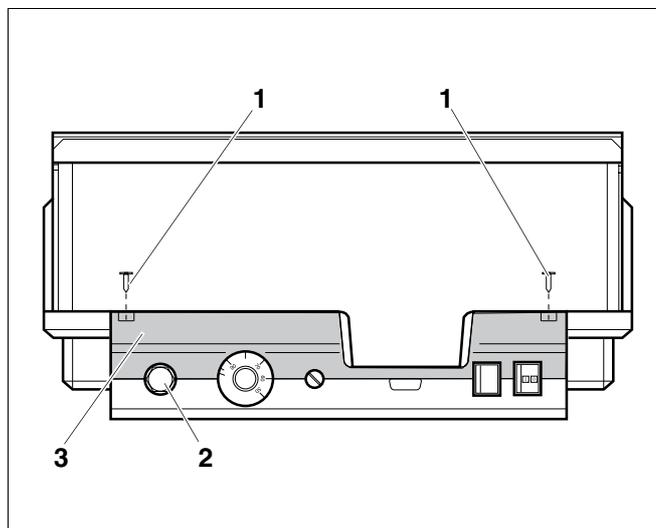

Fig. 1 Apparil de régulation Logamatic 4...
- Pour pouvoir régler les températures requises, le limiteur de température de sécurité (STB) (fig. 1, pos. 2) doit être retiré du boîtier.
- Pour démonter le limiteur de température de sécurité desserrez les deux vis (fig. 1, pos. 1).
- Retirez le couvercle (fig. 1, pos. 3).
- Dévissez le capuchon de protection (fig. 1, pos. 2).